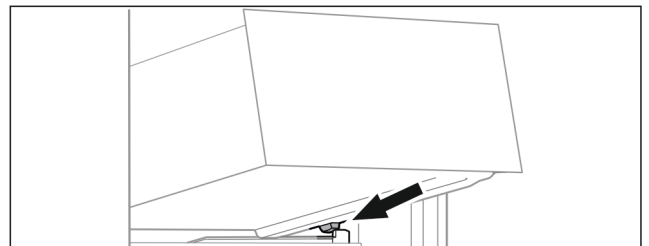

Fig. 98
- Applicare il cassetto inclinandolo dietro i fermi sulla nervatura del contenitore. (vedere Fig. 98)